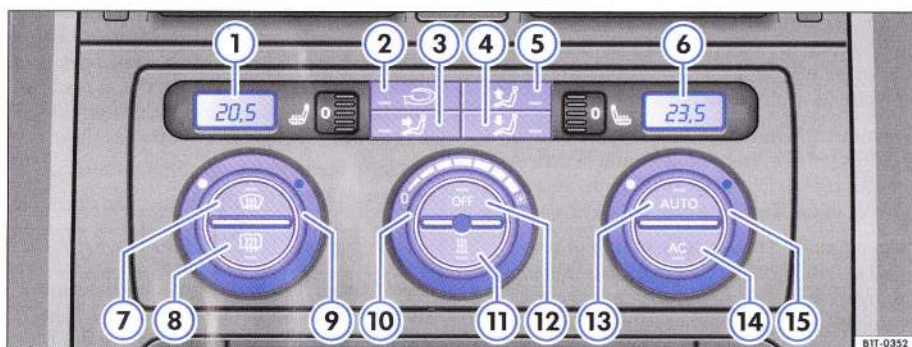

Fig. 111 În consola centrală: Elemente de comandă Climatronic.
– Rotiți regulatorul de temperatură → fig. 111 ② sau ⑬, pentru a regla temperatura de pe partea stângă, resp. de pe partea dreaptă.
– Când apăsați o tastă de la ② la ⑤, va porni funcția respectivă. În tastă se aprinde o lampă de control, semn că funcția respectivă este activată. Pentru decuplarea funcției, apăsați tasta încă o dată.
– Apăsați tasta **AUTO** ⇒ pagina 116, fig. 111" ⑬. Lampa de control din tastă se va aprinde.